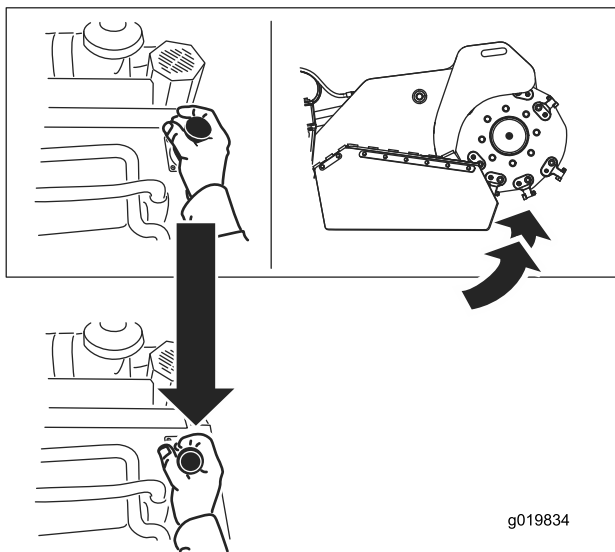

Figura 13
- Para elevar la destocadora, tire de la palanca hacia atrás (Figura 13).